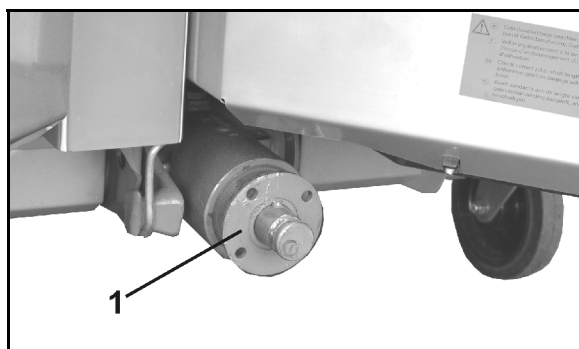

Fig. 35
1. Extrageți bucșa flanșei (Fig. 35/1) cu un extractor de pe arborele de intrare al transmisiei.